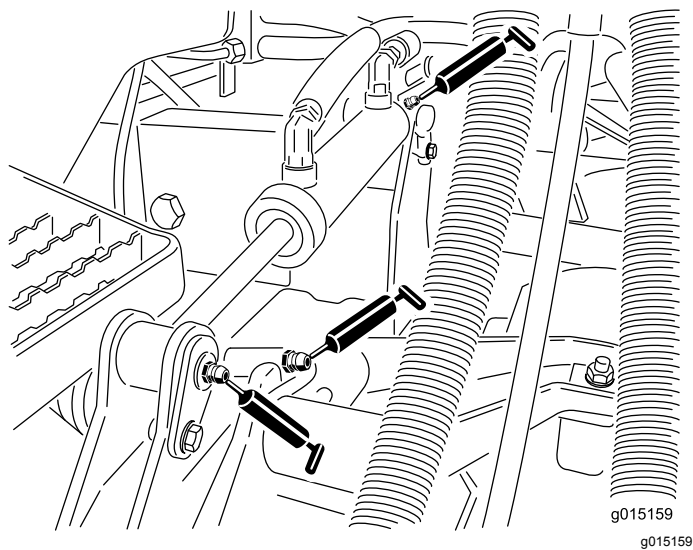

Figura 44
- Boccole (1 per piatto di taglio) del braccio di sollevamento (Figura 44).
- Boccole (2 per piatto di taglio) del braccio di sollevamento (Figura 44).